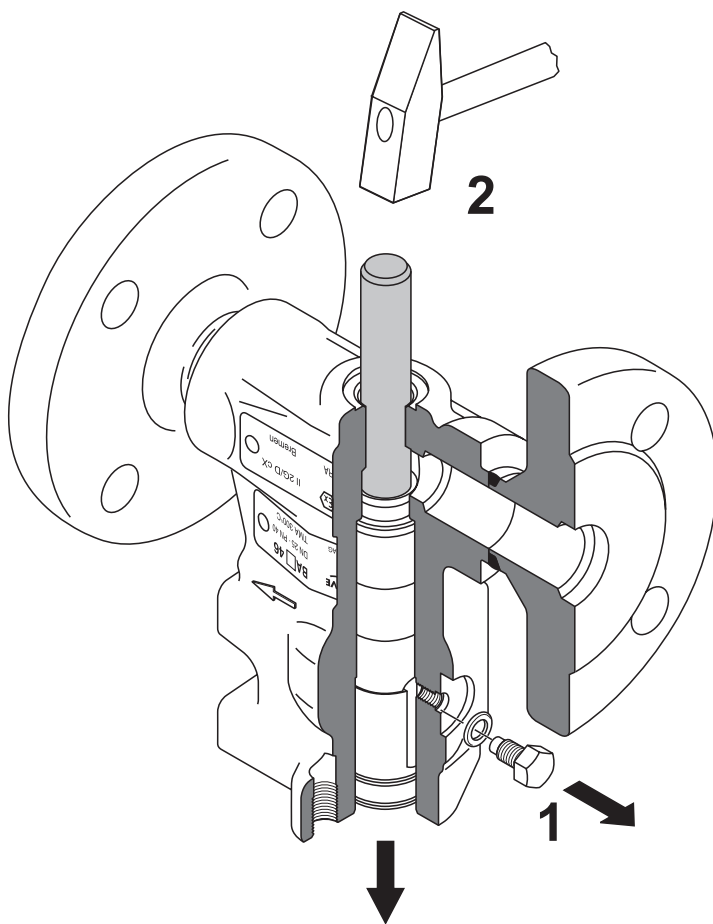

Fig. 14
7. Используя плоское медное зубило $d = 14.8$ мм, выбейте внутренние детали от 6 до 10. **Рис.14**
9. Используя плоское медное зубило $d = 14.8$ мм, выберите внутренние детали от **6** до **10** **Рис. 14**.